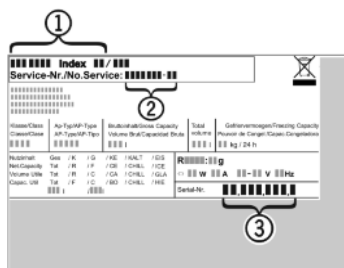

Fig. 35
▶ Odczytać z tabliczki znamionowej oznaczenie urządzenia Fig. 35 (1), nr serwisowy Fig. 35 (2) oraz numer seryjny Fig. 35 (3). Tabliczka znamionowa znajduje się po lewej stronie wewnątrz urządzenia.
▶ Poinformować serwis i podać opis zakłócenia, oznaczenie urządzenia Fig. 35 (1), nr serwisowy Fig. 35 (2) oraz numer seryjny Fig. 35 (3).